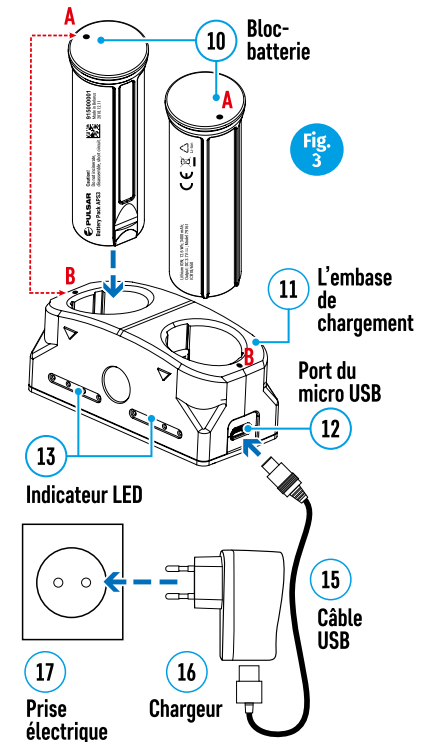

Fig. 3
Option 2 (Fig.3):
- Insérez la batterie rechargeable (10) fournie avec votre appareil, ou achetée séparément, le long du rail de guidage dans l'emplacement du chargeur APS (disponible séparément) (11) (voir Fig. 3).
- Raccordez la fiche microUSB sur le câble USB (15) au connecteur microUSB sur le chargeur (16). Branchez l'appareil dans une prise électrique 100–240 V (17).
- Raccordez la seconde fiche mâle du câble microUSB à la prise femelle (12) du chargeur secteur (11).
- Le témoin LED (13) s'allumera.